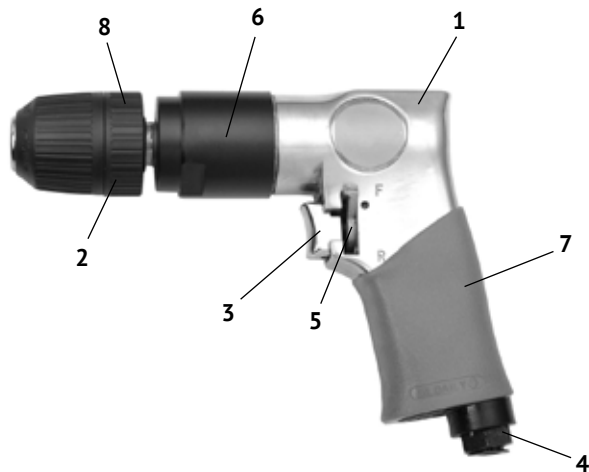

рис. 1
Включение дрели осуществляется нажатием на клавишу (рис.1 поз.3). Отпущенная клавиша, пружиной возвращается в исходное положение – выключено (прекращена подача сжатого воздуха).
4.1 Общий вид дрели представлен на рис. 1
Основные элементы дрели: ротационный пневмодвигатель, планетарный и реверсный механизмы, и пусковое устройство расположены в металлическом корпусе (рис.1 поз.1), выполненном заодно с рукояткой (рис.1 поз.7). В нижней части рукоятки находятся штуцер подвода сжатого воздуха (рис.1 поз.5). Переключение направления вращения шпинделя осуществляется перемещением рычага реверсивного клапана (рис.1 поз.5). Направление вращения указано на корпусе символами: рычаг поднят вверх «F» - по часовой стрелке, рычаг опущен вниз «R» - против часовой стрелки. В патрон вставляются свёрла со стандартным цилиндрическим хвостовиком или биты для откручивания/закручивания крепежа. Свёрла для разных материалов и биты, вставляемые в патрон, являются основным рабочим инструментом дрели.
- удерживая кольцо патрона (рис.1 поз.8) одной рукой, другой вращать переднюю часть патрона (рис.1 поз.1) против часовой стрелки до разведения кулачков патрона на расстояние, необходимое для установки рабочего инструмента;
- удерживая кольцо патрона (рис.1 поз.8) одной рукой, другой вращать переднюю часть патрона (рис.1 поз.1) по часовой стрелке до фиксации рабочего инструмента кулачками патрона;
6.5 Включение и выключение дрели осуществляется нажатием клавиши (рис.1 поз.3). Следует помнить, что после того, как вы отпустите клавишу, вращение патрона будет продолжаться по инерции ещё несколько секунд.